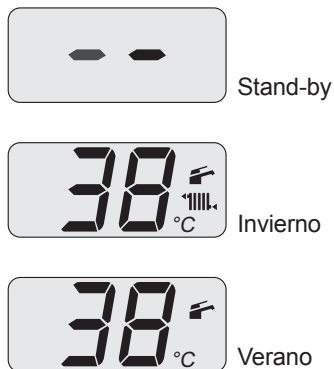

Figura 2.2
- Conecte la alimentación eléctrica de la caldera accionando el interruptor bipolar incluido en la instalación. La pantalla LCD muestra el estado en el que se encuentra la caldera (el último memorizado) Figura 2.2.